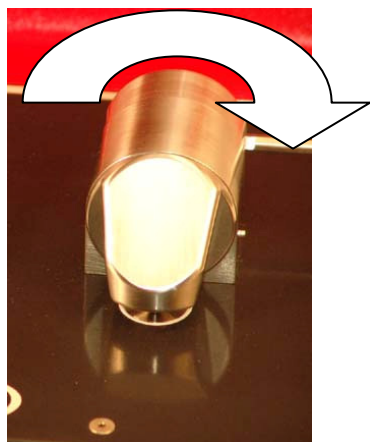

图 5. 附件窗面朝下时的 Tumbler 液体分析附件
在样品分析模式中，Tumbler 液体分析附件将旋转，使附件光学窗面朝下，面向 5500t FTIR 样品放置区域。在此位置中，红外 (IR) 能量将穿过样品，以便进行测量。确保完全旋转 Tumbler 液体分析附件臂，直到它到达止动器并卡入到位。这个止动器能够在样品测量期间使附件保持不动（请参见图 5）。
- 4 顺时针旋转臂可关闭设备，直到其咔嗒一声卡入位（请参见图 5）。
在样品分析模式中，TumbIIR 液体分析附件将旋转，使附件光学窗面朝下，面向 5500a FTIR 样品放置区域。在此位置中，红外 (IR) 能量将穿过样品，以便进行测量。确保完全旋转 TumbIIR 液体分析附件臂，直到它到达止动器并卡入到位。这个止动器能够在样品测量期间使附件保持不动（请参见图 5）。